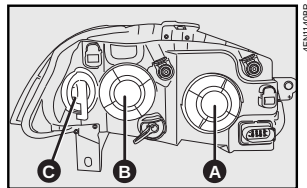
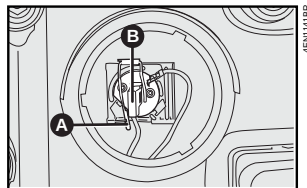

fig. 16
fig. 17
- 1) girar la tapa **A-fig. 16** (para sustituir el bombillo de luz baja) o la tapa **B-fig. 16** (para sustituir el bombillo de luz alta) en sentido antihorario y quitarlo;
- 2) soltar el conector **B-fig. 17**;
3) apretar hacia abajo el elemento de fijación **A-fig. 17**, abriéndolo lateralmente;
5) posicionar el nuevo bombillo en su alojamiento, reenganchar el elemento de fijación **A-fig. 17** y recolocar el conector **B-fig. 17**;
6) recolocar la tapa **A-fig. 16** o **B-fig. 17**, girándola en sentido horario.
1) girar la tapa **C-fig. 16** en sentido antihorario y quitarla;
3) sustituir el bombillo y recolocar la tapa **C-fig. 16**, girándolo en sentido Antihorario.
1) girar la tapa **B-fig. 16** en sentido antihorario y quitarla;
5) recolocar la tapa **B-fig. 16**, girándola en sentido antihorario.